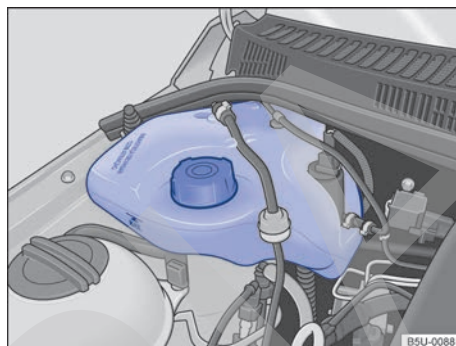

Fig. 129 En el compartimento del motor: depósito de gasolina para el sistema de arranque en frío.
El depósito de gasolina del sistema de arranque en frío se encuentra en el compartimento del motor, del lado derecho → fig. 129.
- Nunca sobrepasar la marca “MÁX” indicada en el depósito → fig. 129.